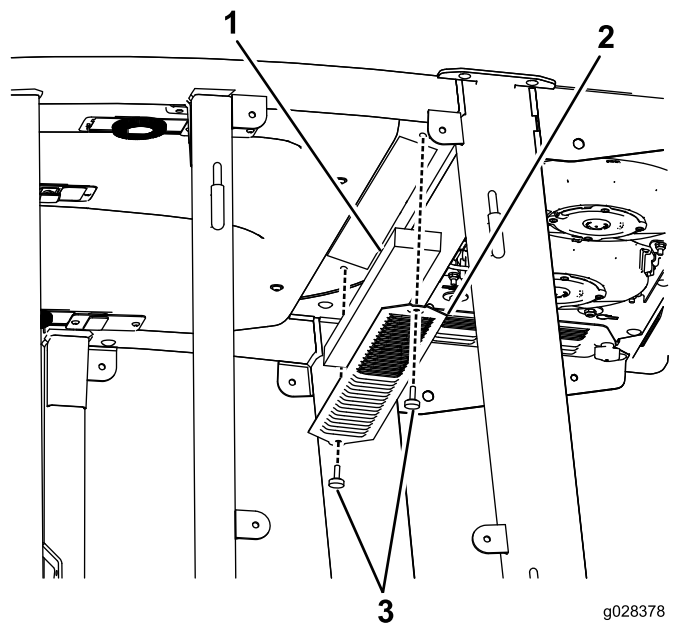

Figura 137
3. Retire el techo de la cabina tras quitar los 22 pernos que lo sujetan (Figura 137).
4. Retire los filtros de aire (Figura 137).
5. Retire y limpie los serpentines del aire acondicionado (Figura 137).